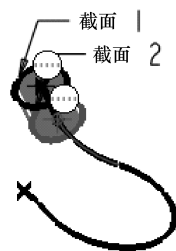

图 6-63 预览模型
(10) 单击【草绘器工具】工具栏中的【完成】按钮 ，接受所绘截面，完成截面 2 的绘制，此时图形区如图 6-63 所示。